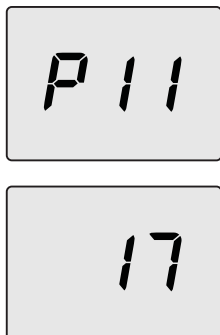

Рисунок 5.36
- Пролить параметры, используя кнопки 13 и 14, до появления на ЖК-дисплее кода **P11**, который сменяется значением параметра, указывая на вход в "параметр 11" (Рисунок 5.36).
- При одновременном нажатии кнопок 12 и 13 (Рисунок 5.34), происходит выход без изменения значения (возврат к перечню параметров, см. Рисунок 5.36).